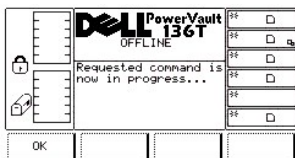
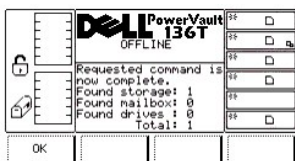

图 43. 命令 > 移动 > 扫描条形码 > 进程对话框
图 44. 命令 > 移动 > 扫描条形码 > 完成对话框
- 1 如果按下**确定**软键下方的按钮，将接受该字段并显示后续对话框。请参考图 43 和图 44。